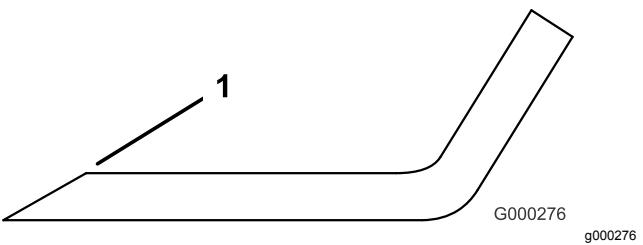

Figura 131
3. Inspecione as extremidades de corte de todas as lâminas e afie-as se apresentarem sinais de desgaste ou ranhuras (Figura 131).
Nota: Afie apenas a zona superior da parte cortante e mantenha o ângulo de corte original para garantir um desempenho eficaz da lâmina (Figura 131). A lâmina manterá o equilíbrio se for retirada a mesma quantidade de metal de ambas as extremidades de corte.